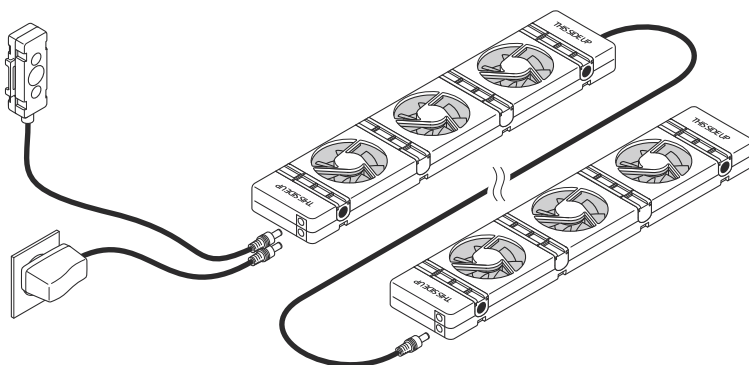

Fig. 4: Conexión adicional de SpeedComforts (A).
6. En radiadores largos, conecte **SpeedComforts (A)** adicionales con los **cables de conexión** de 30 cm (F) (véase fig. 4). Múltiples **SpeedComforts (A)** (hasta 20) pueden conectarse a más de un **adaptador de alimentación (D)**. No son necesarios **sensores de temperatura (E)** adicionales. El DuoSet y el TrioSet contienen varios dispositivos **SpeedComfort**.